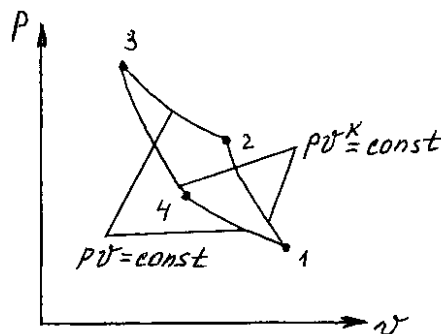

Рис. 2
5. Провести термодинамический расчет цикла Карно воздушной холодильной установки (рис. 2). Установка предназначена для поддержания в помещении температуры  $20^\circ\text{C}$  при температуре окружающей среды  $38^\circ\text{C}$ . Из эксплуатационных соображений давление в воздушных магистралях не должно превышать  $500 \text{ кПа}$ , а давление воздуха на входе в компрессор  $98 \text{ кПа}$ . Определить параметры цикла, холодильный коэффициент, холодильную мощность и мощность привода компрессора, если расход воздуха при н.у. составляет  $3000 \text{ м}^3/\text{ч}$ . Принять массовую теплоемкость воздуха  $c_p = 1,005 \text{ кДж}/(\text{кг}\cdot\text{К})$ , а показатель адиабаты  $k = 1,41$ . Газовая постоянная воздуха равна  $287 \text{ кДж}/(\text{кг}\cdot\text{К})$ .